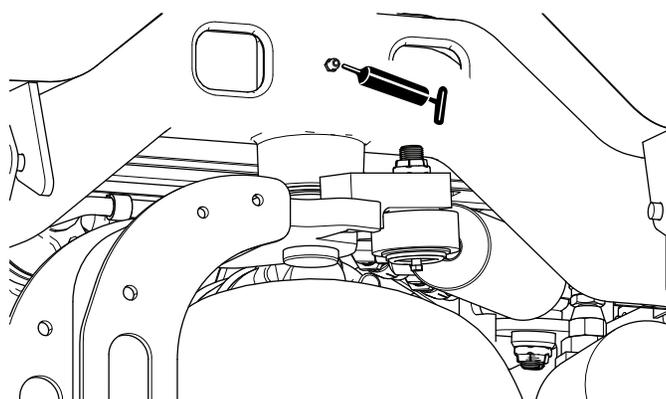

Figura 52
- Articulação da direção (Figura 52)